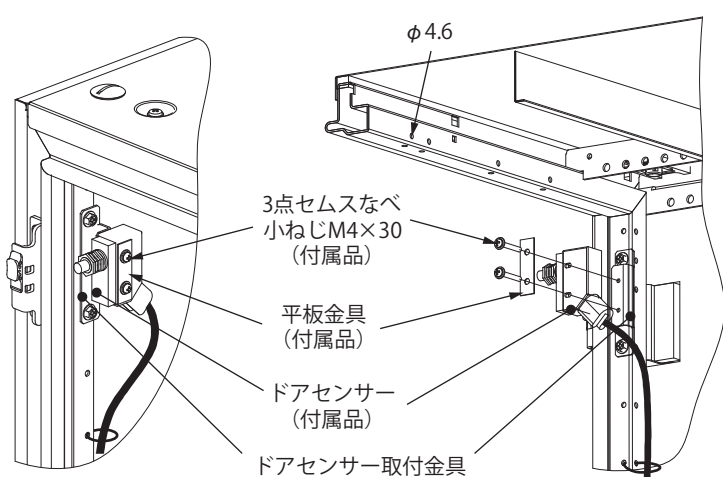

図8
- ① ドアセンサー取付金具にラック付属の3点セムスなべ小ねじ M4×30(2 か所)で、ドアセンサーをクーラー付属の平板金具に挟んで取り付けしてください（図8）。